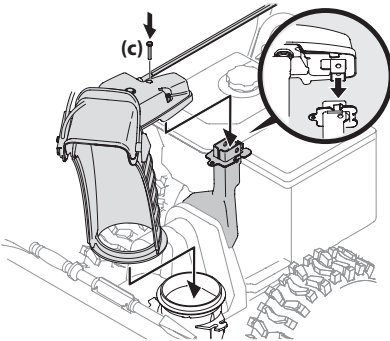

Figura 2-15
3. Coloque el canal sobre la base del canal y asegúrese de que la varilla de control del canal se encuentre debajo del panel de la manija. Coloque el tornillo hexagonal (c) que extrajo en el Paso 1 pero no lo sujete con la tuerca de mariposa en este momento. Consulte Figura 2-15.